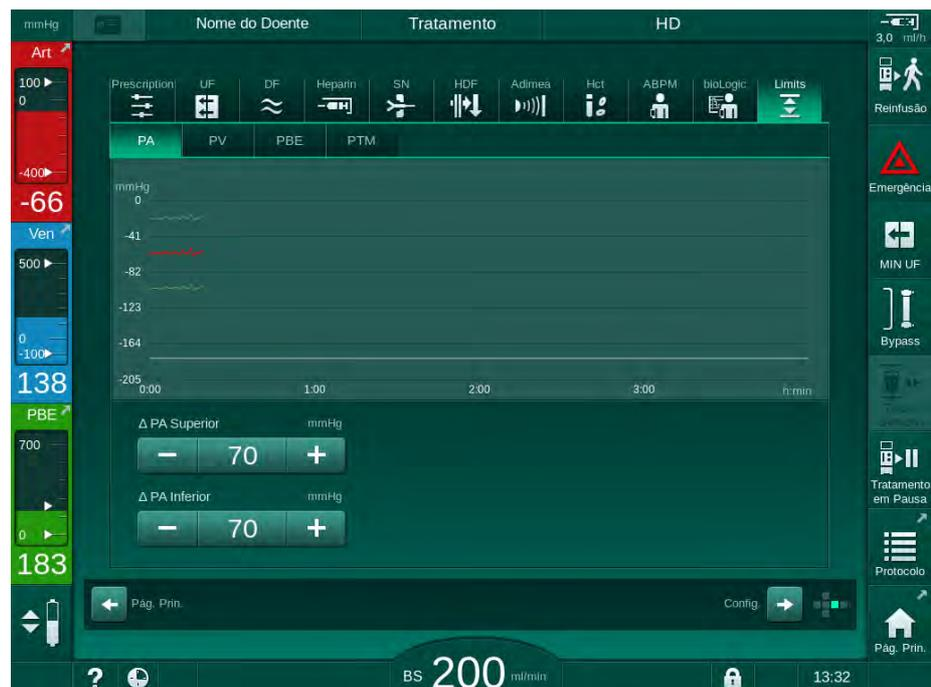
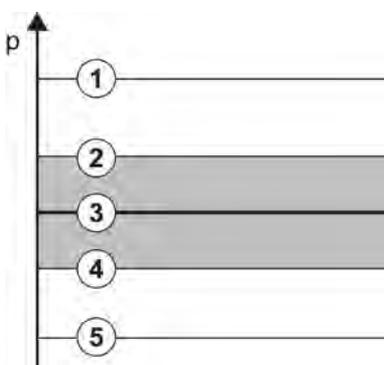

Fig. 5-21 Exemplo para limites de pressão no ecrã *Entrada*
Fig. 5-22 Limites de pressões
As pressões são monitorizadas utilizando janelas de limites (área cinza em Fig. 5-22) as quais são definidas através das respetivas distâncias entre o valor atual ③ e os limites inferiores ④ e superiores ② (valores delta Mín./Máx.). O total das duas distâncias fornece a amplitude da janela de limite, isto é, no exemplo, em Fig. 5-21: 70 + 70 = 140 (mmHg).